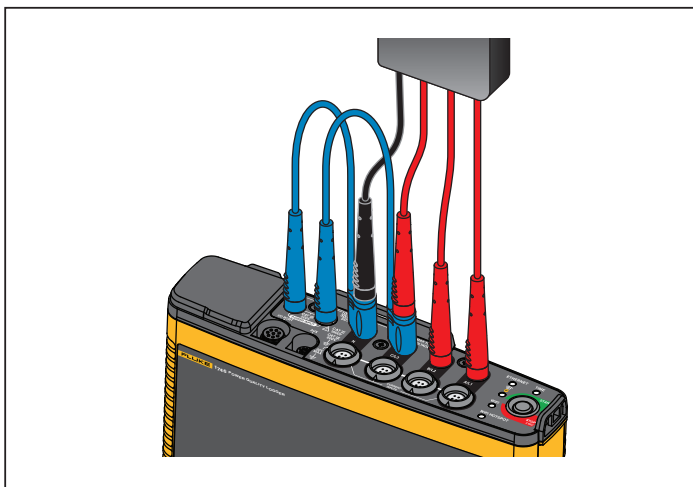

Abbildung 7. Messung mit Neutralleiterspannung und Gerätestromversorgung
- Verbinden Sie N mit dem zweiten Netzteileneingang. Siehe Abbildung 7.